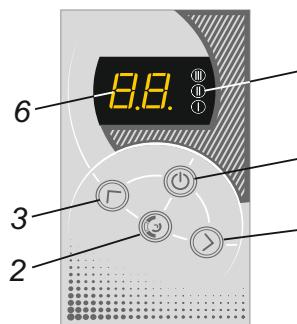

Рисунок 3
- котла (1) в теплоизоляции с входным (2) и выходным (3) патрубками G 1 $\frac{1}{4}$ и трубчатыми электронагревателями (ТЭН) (4) с трубками из нержавеющей стали ;
- задней панели (5) с установленными на ней зажимом винтовым (6) для подключения сетевого кабеля и зажимом (7) для защитного проводника PE;
- зажим винтовой для подключения циркуляционного насоса и датчика температуры воздуха (8);
- контактор (9) для аварийного отключения ТЭН (для W-7,5-12);
- блока управления (10) с мембранный клавиатурой и шлейфом (12);
- предохранителя (11) цепи подключения циркуляционного насоса.
4.3 Для управления прибором используется мембранный клавиатура (рисунок 3). Для включения прибора необходимо нажать клавишу включения (1). При этом загорится цифровой индикатор (6), где высветится заданная температура теплоносителя (температура уставки) в